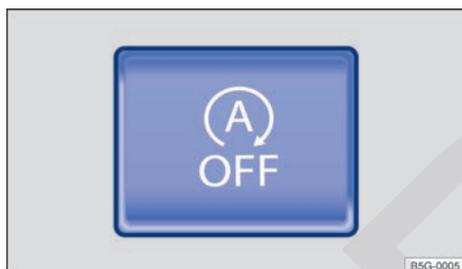

Fig. 114 En la parte inferior de la consola central: tecla del sistema Start-Stop.
- Pulse la tecla  de la parte inferior de la consola central → fig. 114. Al pulsar la tecla del sistema Start-Stop, en el cuadro de instrumentos se muestra el estado del sistema.